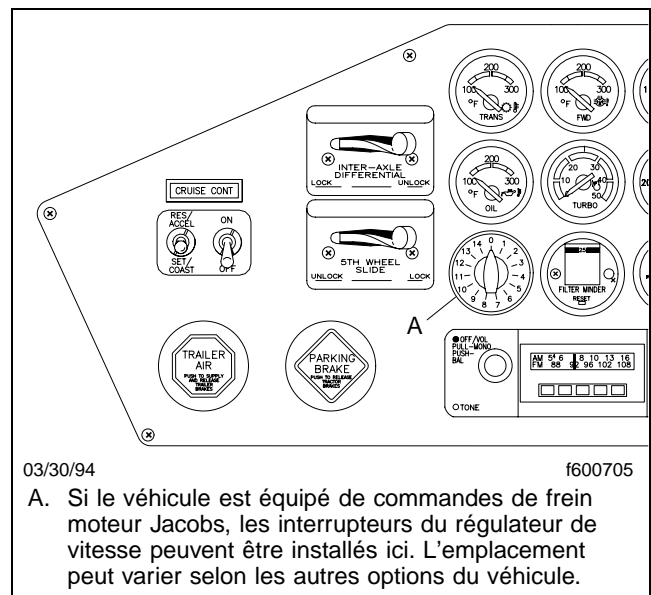

Fig. 2.5, Interrupteurs du régulateur de vitesses, emplacement normal
Par deux interrupteurs sur le panneau de commande des instruments (Fig. 2.5). L'interrupteur «On/Off» (Marche/Arrêt) allume l'option de régulateur de vitesse et l'interrupteur à ressort «Set/Resume» (Régler/Reprendre) établit la vitesse de croisière ou la reprend après un ralentissement. Pour l'utilisation de la prise de force, l'interrupteur «On/Off» allume la prise de force et l'interrupteur «Set/Resume» établit ou reprend le régime de fonctionnement du moteur.
*Par deux interrupteurs sur le panneau de commande des instruments (**Fig. 2.5**).* L'interrupteur «On/Off» (Marche/Arrêt) allume l'option de régulateur de vitesse et l'interrupteur à ressort «Set/Resume» (Régler/Reprendre) établit la vitesse de croisière ou la reprend après un ralentissement. Pour l'utilisation de la prise de force, l'interrupteur «On/Off» allume la prise de force et l'interrupteur «Set/Resume» établit ou reprend le régime de fonctionnement du moteur.